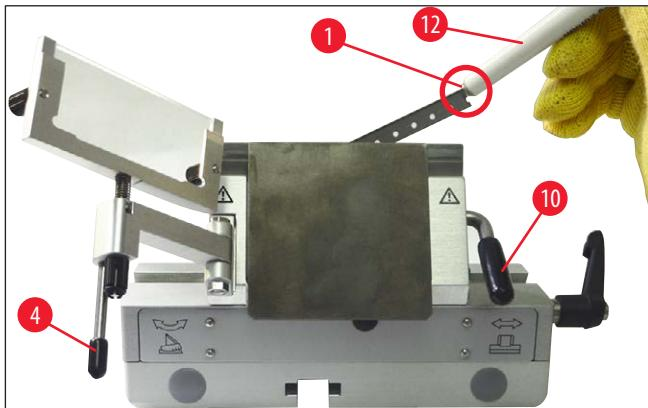

图 36
4. 同样也可以使用带磁铁的刷子(→图36-12)取出刀片。为此，逆时针向下折叠锁杆(→图36-10)(→"图36")。将防卷板系统(→图36-4)折向左侧。将带磁铁的刷子(→图36-1)伸向刀片，向上提起取出。